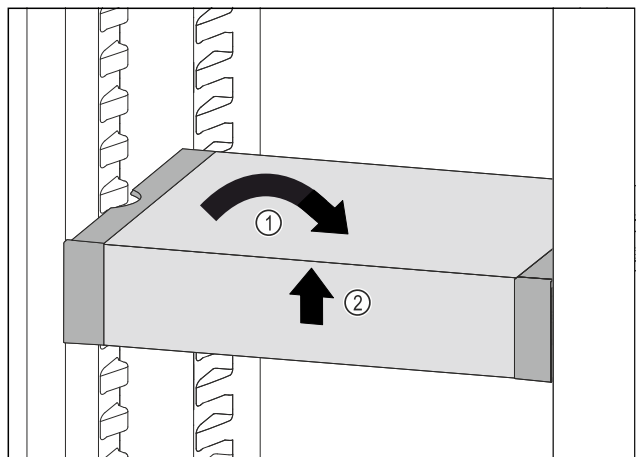

Fig. 127
- VarioSafe gerade stellen. Fig. 127 (1)
- VarioSafe vorne anheben. Fig. 127 (2)